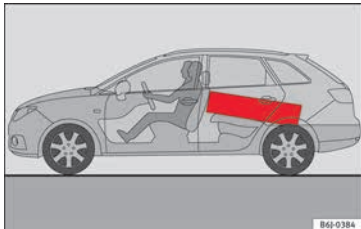

Abb. 156 Legen Sie schwere Gegenstände möglichst weit nach vorn.
- Verstauen Sie schwere Gepäckstücke so weit wie möglich vorne im Gepäckraum **» Abb. 156**.